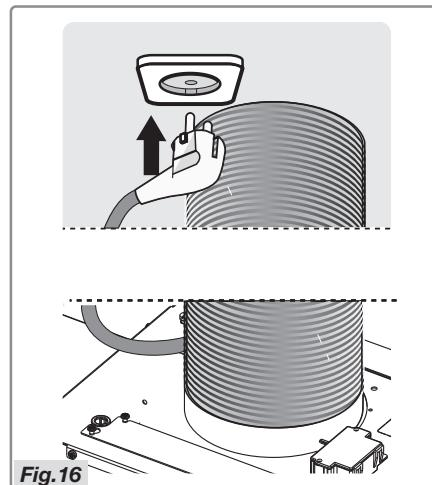

Fig.16
- Steek de stekker in het spanningsloze stopcontact (Fig.16).